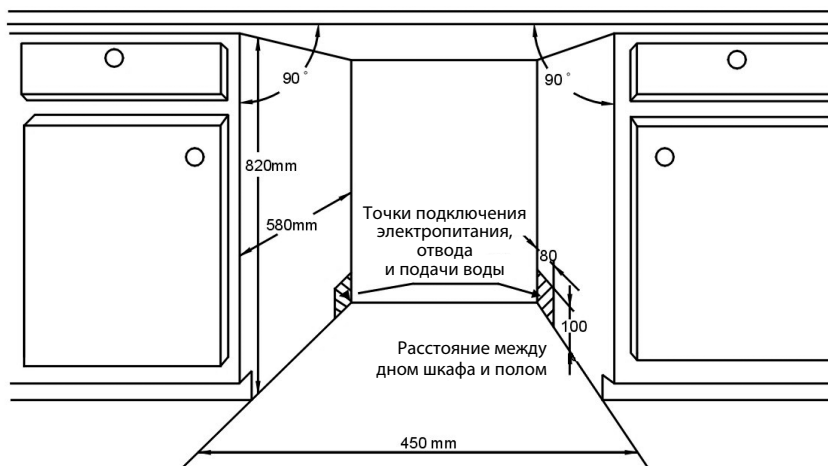

Рисунок 1
1. Выберите место выполнения выреза в корпусе возле раковины для установки наливного и сливного шлангов (см. рисунок 1).